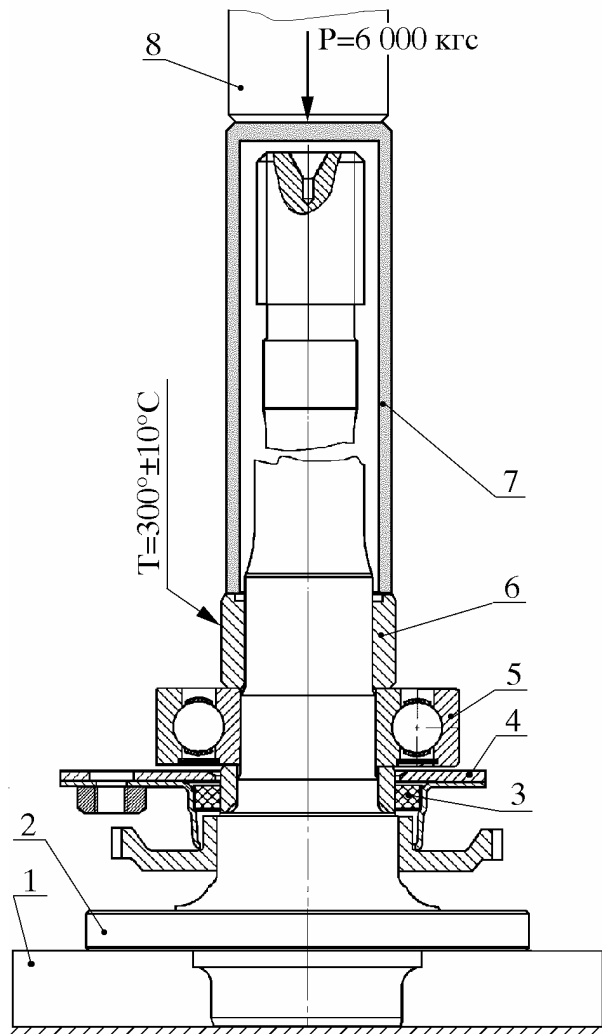

Рис. 22. Напрессовка подшипника и запорного кольца на полуось:
6.15.1. Установить на полуось 2 (рис. 22) корпус 3 наружного сальника подшипника полуоси с набивкой, пластину 4, подшипник 5.